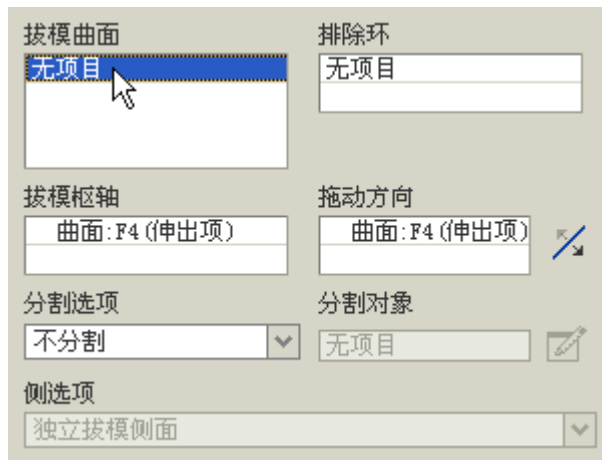

图 46-8
- (3) 在【参照】选项卡的【拔模曲面】栏中，单击“无项目”，将其激活，如图 46-8 所示。